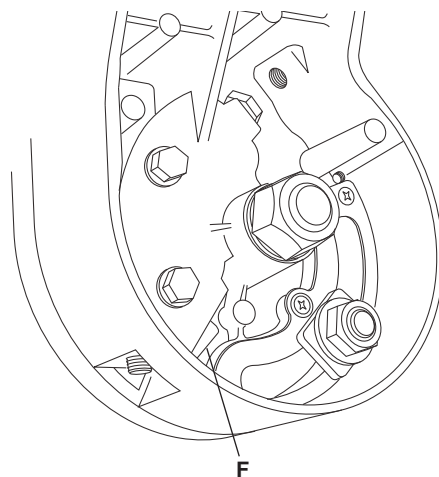

Figure 8. Réglage de la lame à 45° par rapport à la table
4. Placez la clé plate de 10 mm sur la tête de boulon 'F' (Figure 8).